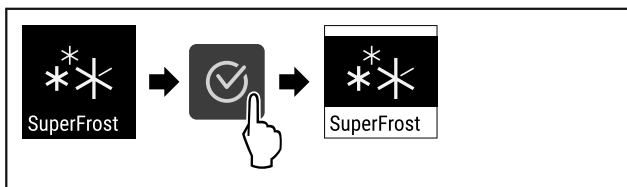

Fig. 92
- ▶ Udfør handlingstrinene (se Fig. 92) .